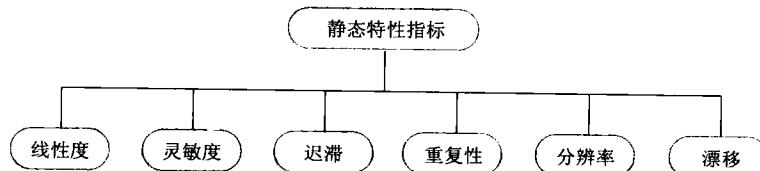
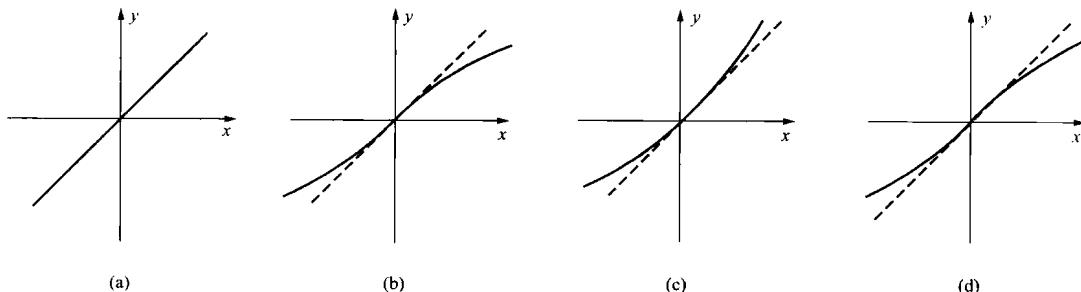

图 1-2 传感器的静态特性指标
图 1-3 输出—输入特性曲线
传感器的静态特性是指被测量的值处于稳定状态时，传感器的输出与输入之间的关系。衡量传感器静态特性的重要指标如图 1-2 所示。因为这时输入量和输出量都与时间无关，传感器的静态特性可用一个不含时间变量的代数方程表示 [见式 (1-1)]，或以输入量作横坐标，输出量作纵坐标的特性曲线（见图 1-3）来描述。
- 1) 理想线性特性如图 1-3 (a) 所示。
- 2) 输出—输入特性方程仅有偶次非线性项，见图 1-3 (b)，具有这种特性的传感器，其线性范围窄，且对称性差，用两个特性相同的传感器差动工作，即能有效地消除非线性。
3) 输出—输入特性方程仅有奇次非线性项, 如图 1-3 (c) 所示, 具有这种特性的传感器, 在靠近原点的相当大范围内, 输出—输入特性基本上呈线性关系。并且, 当大小相等而符号相反时,  $y$  也大小相等而符号相反, 相对坐标原点对称。
4) 输出—输入特性有奇次项, 也有偶次项时的特性曲线, 如图 1-3 (d) 所示。